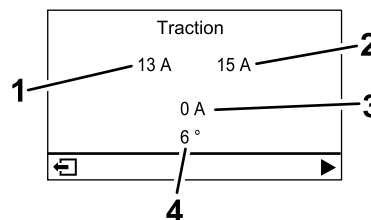

図 23
- **トラクションモーター画面** (図 23): 現在のステアリング角度と各トラクション モーターに割り当てられたアンペア数が表示されます。